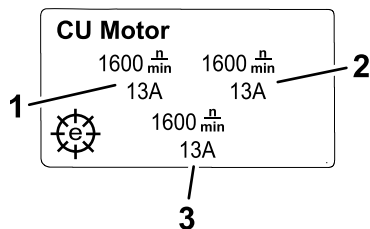

Figure 20
- **Écran d'information moteur UC** (Figure 20) : indique la vitesse et le courant du moteur de chaque unité de coupe.